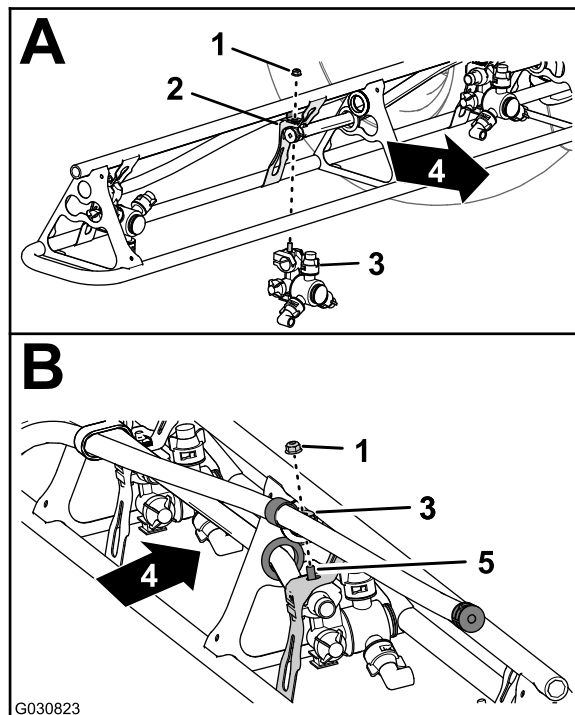

Рисунок 78
- В положениях сопел 1 и 4 установите распылительное сопло на крепление сопла (вид А на Рисунок 78) при помощи фланцевой контргайки (5/16 дюйма), снятой при выполнении пункта 2 раздела 12 Демонтаж шлангов распылительных
- В положениях сопел 2 и 3 установите распылительное сопло на крепление сопла (вид А и В на Рисунок 78) при помощи фланцевой контргайки (5/16 дюйма), снятой при выполнении пункта 2 раздела 12 Демонтаж шлангов распылительных сопел в системе с тремя секциями (страница 34).